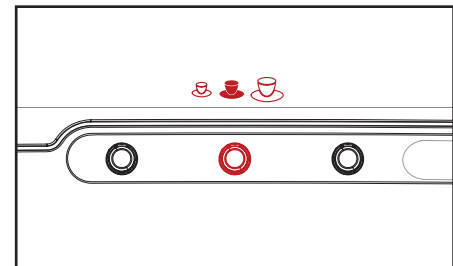

Fig. 4.5 - Volume voorkeuze
2. Druk op de voorkeuzeknop **VOLUME** om deze te activeren. Een kop icoon (klein - middel - groot) wordt weergegeven (fig. 4.5).